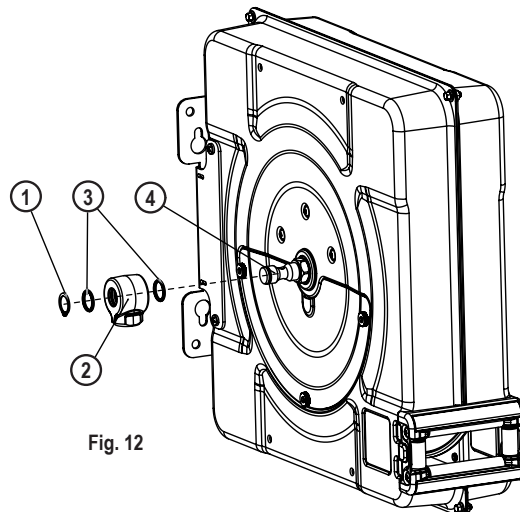

Fig. 12
2. Take apart the circlip (1) (fig. 12) and remove the swivel (2) (fig. 12).
3. Replace the sealing rings (3) (fig. 12). For the medium & high pressure hose reels, the sealing rings are located on the swivel. For low pressure hose reels, the sealing rings are located on the shaft. If you also need to replace the swivel, disconnect the inlet hose from it and connect the hose again to the new swivel.
4. Apply a bit of grease to the swivel and the shaft (4) (fig. 12) before introducing the swivel carefully through the shaft.
2. Ta bort ringen (1) (fig. 12) och sviveln (2) (fig. 12).
3. Sätt tillbaka O-ringarna (3) (fig. 12). För medium- och högtrycksslangen är O-ringarna placerade på sviveln. För lågtrycksslangar är O-ringarna placerade på axeln. Om du också behöver byta ut sviveln, kopplar du ur inloppslangen från den och kopplar till den nya sviveln.
4. Applicera lite fett på sviveln och axeln (4) (fig. 12) innan du försiktigt för in den genom axeln.